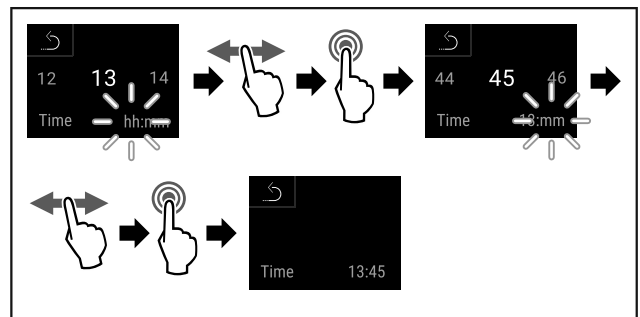

Fig. 107
- ▶ Seguir los pasos de procedimiento (consulte Fig. 107) .